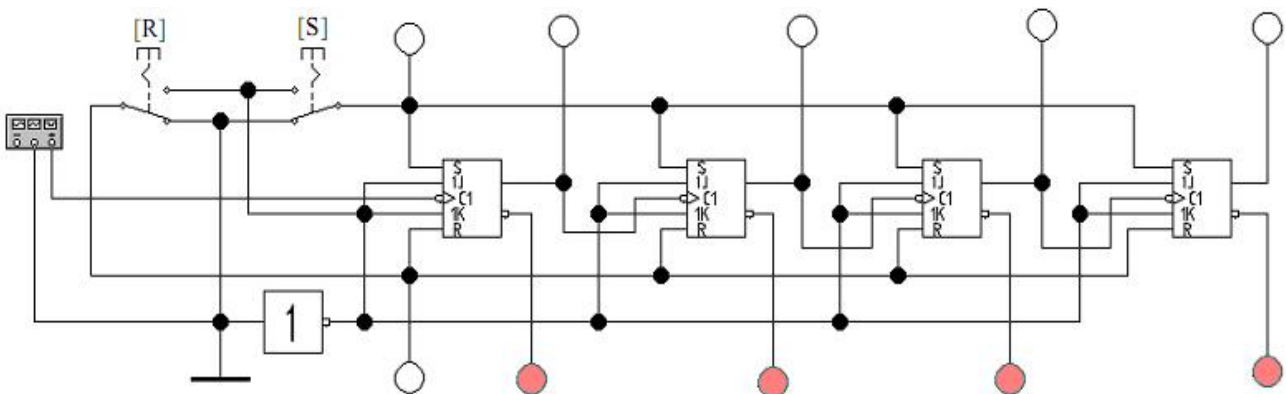

Рис. 2. Схема вычитающего асинхронного двоичного счетчика
3. Соберите вычитающий асинхронный двоичный счетчик (см. рис. 2).